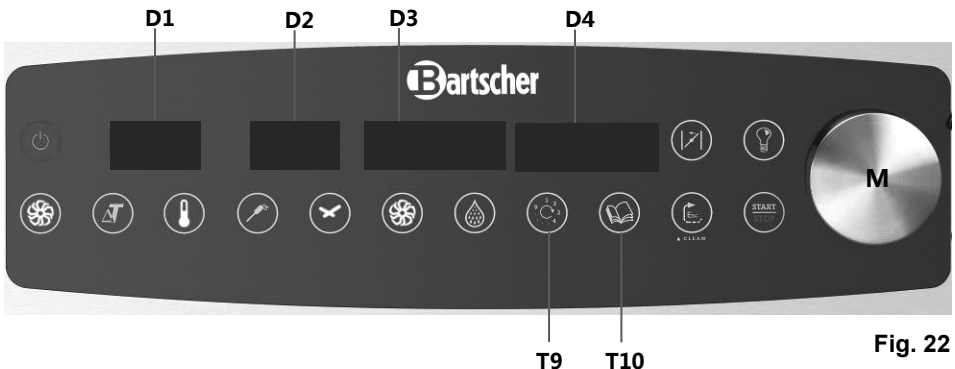

Fig. 22
3. Presione simultáneamente el interruptor giratorio **M** (Fig. 22) y la tecla **T10** (Fig. 22).
3. Presione simultáneamente el interruptor giratorio **M** (Fig. 22) y la tecla **T9** (Fig. 22).